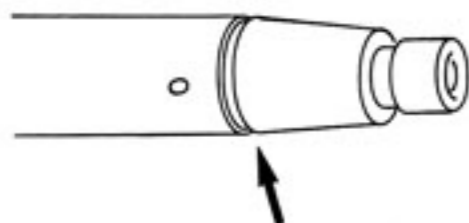

Fig. 1
- S'assurer du bon état de la gorge du petit truarc sur la soie de vilebrequin (Fig. 1).